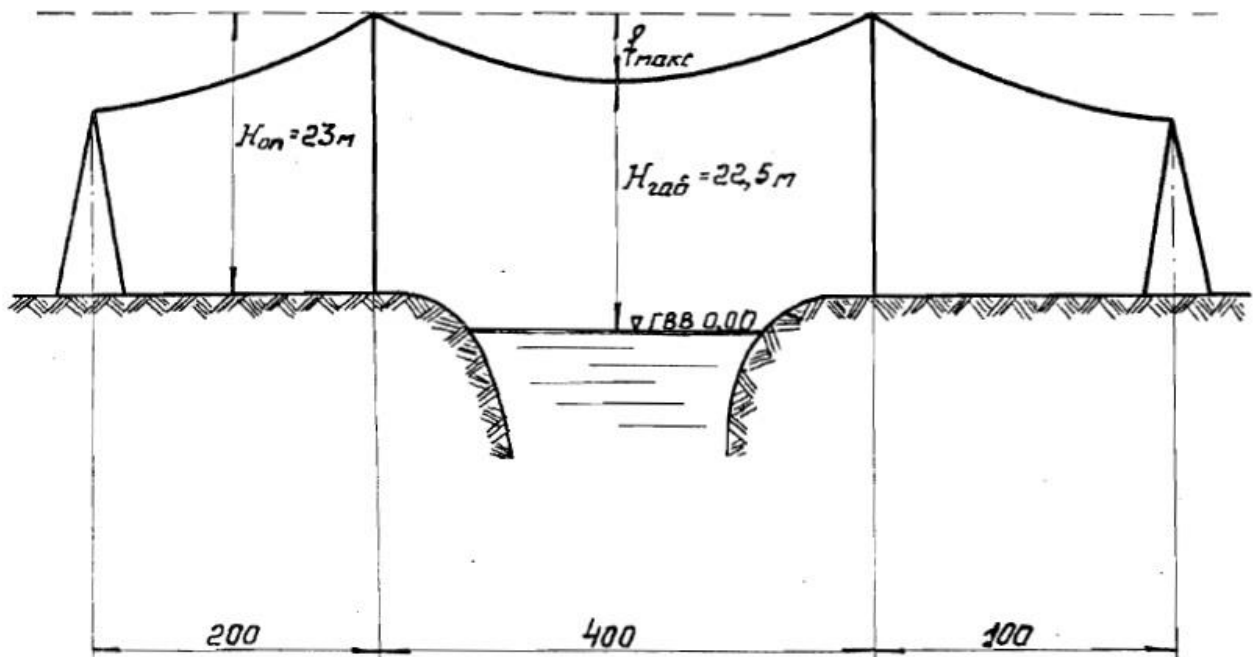

Рисунок 10 – Схема пересечения ВЛ 35 кВ с судоходной рекой.
38. Проверить обеспеченность заданного габарита пересечения $H_{\text{габ}} = 22,5$ м при пересечении ВЛ 35 кВ с судоходной рекой (рис.10), выполненного на металлических опорах П-110-1+4 при подвеске стального каната марки ТК-10. Климатические условия: $P_H = 40$ кг/м², $C = 10$ мм, $t_{\text{макс.}} = + 37^\circ \text{C}$.
39. Определить марку стального каната, обеспечивающего заданный судоходный габарит в пролете пересечения: $H_{\text{габ}} = 20$ м. Выбор типа концевых опор по расчетному усилию от тяжения провода, а также проверку габарита до поверхности лада не производить. Климатические условия: $P_H = 40$ кг/м², $C = 10$ мм, $t_{\text{макс.}} = + 37^\circ \text{C}$. Размеры и отметки см. на рис.10.